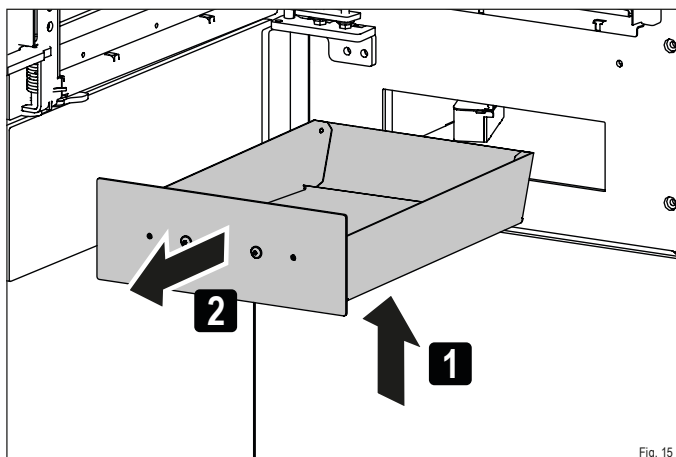

Fig. 15
- ▶ Tirez le bac à cendres hors de l'ouverture par le capot (Fig. 15).